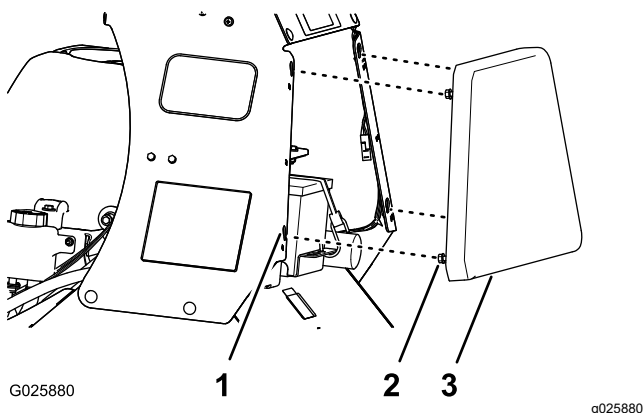

Figure 23
1. Desserrez les 4 boulons à embase qui fixent la plaque aux panneaux gauche et droit de la console (Figure 23).
2. Soulevez la plaque de la console (Figure 23) d'environ 13 mm ($\frac{1}{2}$ po).
3. Tirez la plaque en arrière et déposez-la de la machine (Figure 23).
1. Placez les 4 boulons à embase sur la face avant de la console en face des 4 fentes en trou de serrure dans le cadre de la console (Figure 23).
2. Avancez la plaque jusqu'à ce qu'elle soit de niveau avec le cadre de la console (Figure 23).
3. Abaissez la plaque jusqu'à ce que les boulons à embase soient engagés dans les fentes (Figure 23).